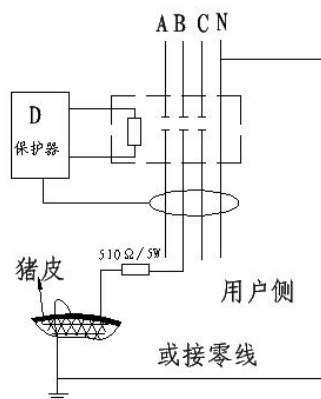

图 3 带皮的猪肉试验图
6.2、如有必要也可用一新鲜带皮的猪肉来进行试验，如图 3 所示。试验时，将漏电断路器置于  $500mA$  或  $800mA$  动作电流档，分断时间置于  $<0.5s$ 、 $<0.3s$  或  $<0.2s$  档，并开启漏电断路器，将猪肉皮的一端用导线可靠接地，另外用试跳笔（或一个阻值为  $510\Omega$  功率大于  $5W$  的电阻），把试跳笔的线端夹子夹在漏电断路器的出线的相线上，把试跳笔的电流档加到  $300mA$ ，先将试跳笔对地，（接地必须良好）试跳笔上的指示灯亮，保护器不应动作；然后将试跳笔去触碰猪肉皮，漏电断路器应动作，“特波”指示灯闪亮。